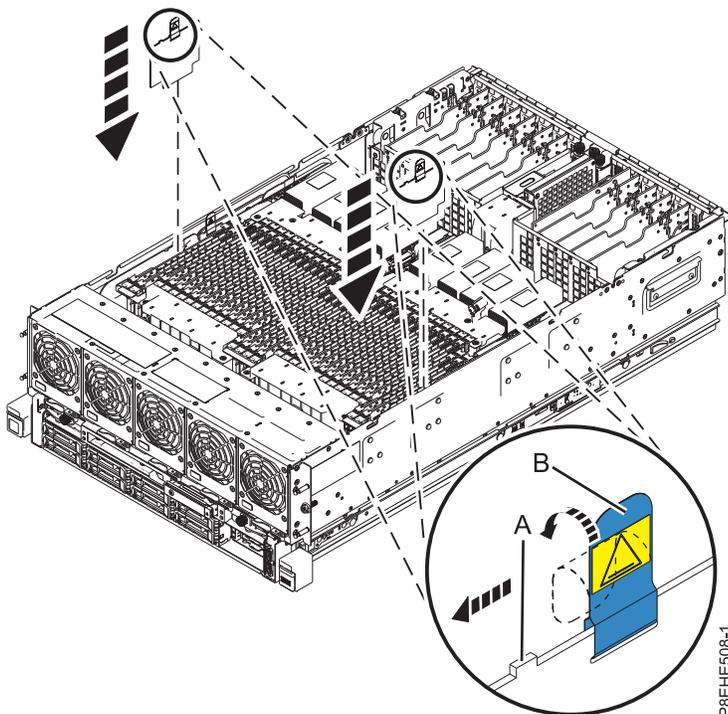

図 1. メモリー電圧調節モジュールの取り付け
- a. 図 1 に示すように、メモリー電圧調節モジュールをシステム・バックプレーンのコネクター内に配置します。